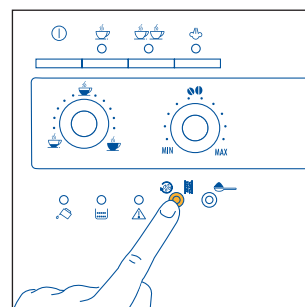

Fig. 14
1) Indien het apparaat net werd aangezet en men een espresso wilt zetten (minder dan 60 cc), wordt het warm water van de spoeling gebruikt om de kopjes voor te verwarmen (zie tip par. 4.3, punt 5.). Indien evenwel na de laatst gezette kop koffie meer dan 2/3 minuten zijn verlopen alvorens een nieuw kopje te zetten, moet de infusor worden voorverwarmd door te drukken op de knop  (fig. 14). Laat het water in het onderliggend druijbakje lopen of gebruik dit water om het kopje